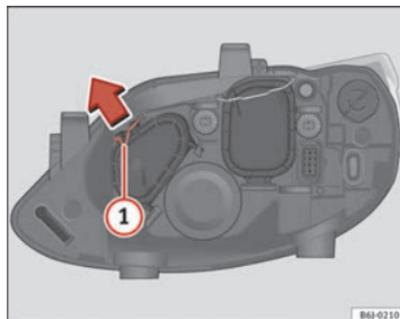

Abb. 161 Standlicht
- Verschieben Sie die Strebe ① in Pfeilrichtung und nehmen Sie den Deckel ab ⇒ Abb. 161.